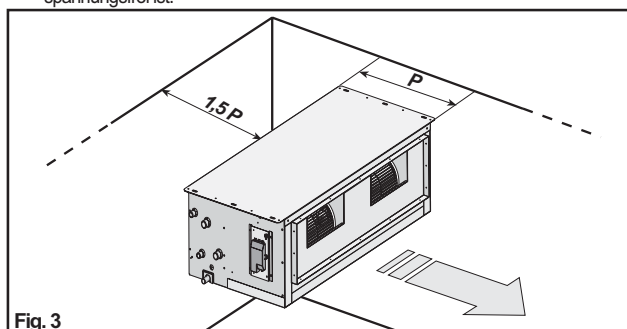

Fig. 3
- es am Installationsort genügend Platz findet und dass um es herum genügend Raum für die ordentlichen und außerordentlichen Wartungsarbeiten vorhanden ist (siehe Abb.3). Wenn die Einheit an einer Hängedecke installiert wird, ist für einen entsprechenden Zugang zu sorgen.